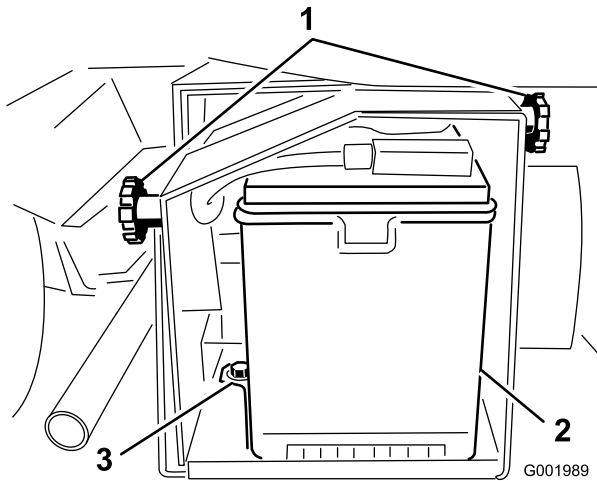

Figura 55
2. Desaperte os manípulos na parte lateral da caixa da bateria e retire a cobertura da bateria (Figura 55).
5. Retire as fixações e os fechos da bateria (Figura 55).
2. Coloque a fixação da bateria, assim como os fechos que retirou anteriormente (Figura 55).
4. Coloque a cobertura da bateria e aperte-a com os 2 manípulos (Figura 55).
1. Desaperte os manípulos na parte lateral da caixa da bateria e retire a cobertura da bateria (Figura 55).